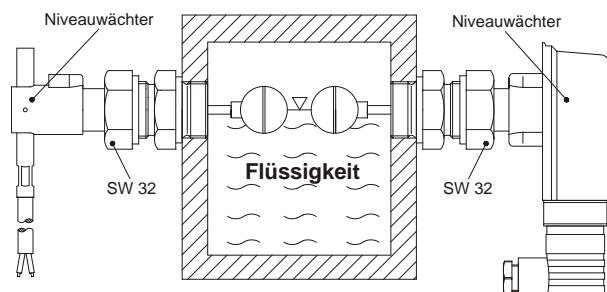

Abb. 3
- ⌚ Bauen Sie den Niveauwächter gemäß Abb. 3 ein.